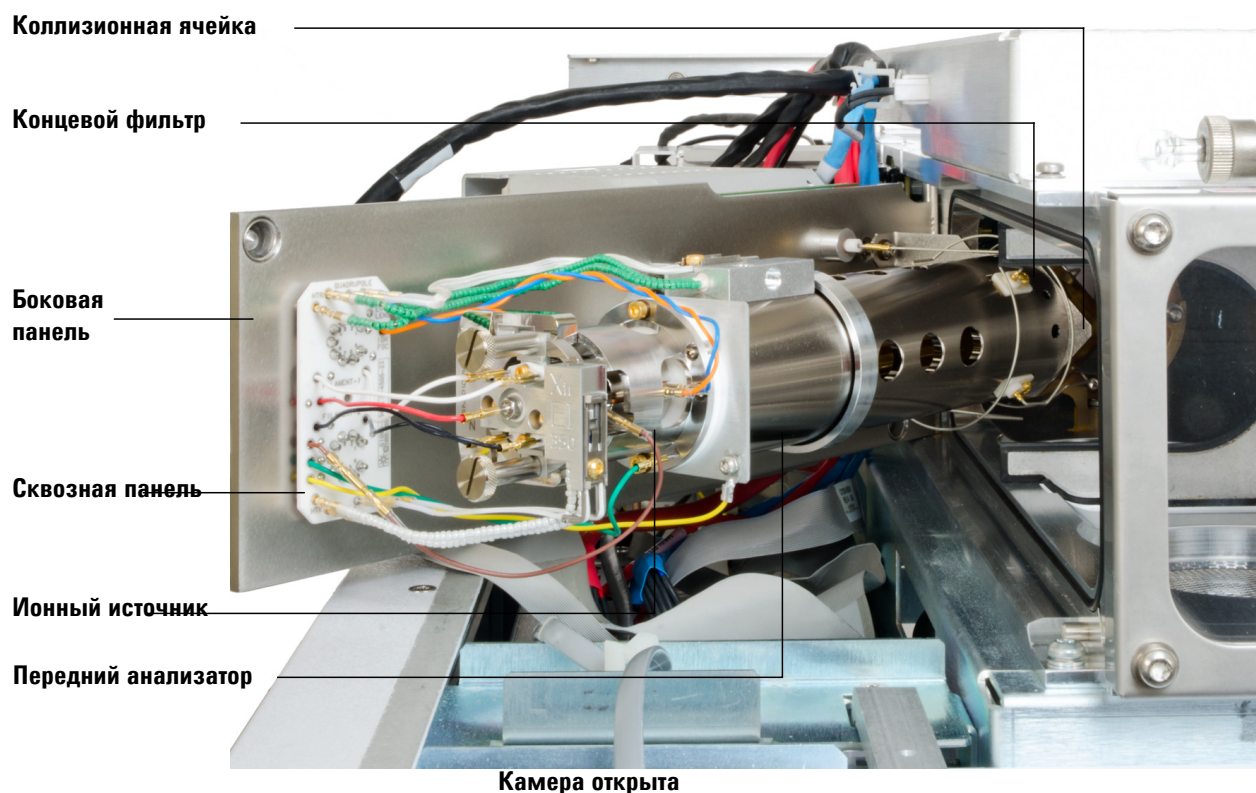

Рис. 21 Камера переднего анализатора
- 3 Ослабьте винты боковой панели переднего анализатора (Рис. 21), если они затянуты.